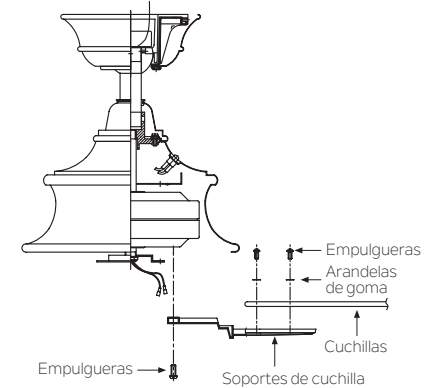

Fig. 16
Paso 1. Fije una cuchilla a un soporte de cuchilla con los tornillos y arandelas de goma provistos. (Fig.16)
Paso 2. Conecte cada conjunto de cuchillas al motor utilizando los tornillos de montaje “preinstalados” en el soporte de la cuchilla. (Fig. 16)